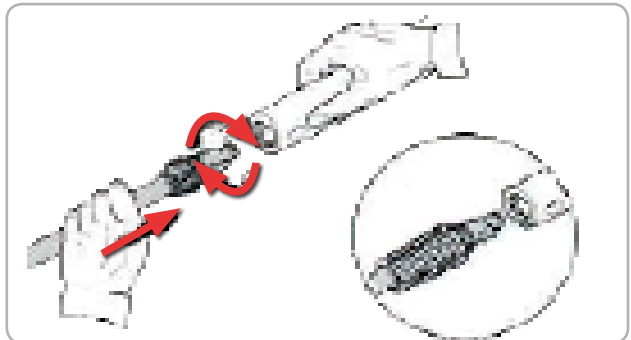

Fig.11
- Puneți lanca la pistol și rotiți-l până când cele două piese sunt complet anclase Fig 11.